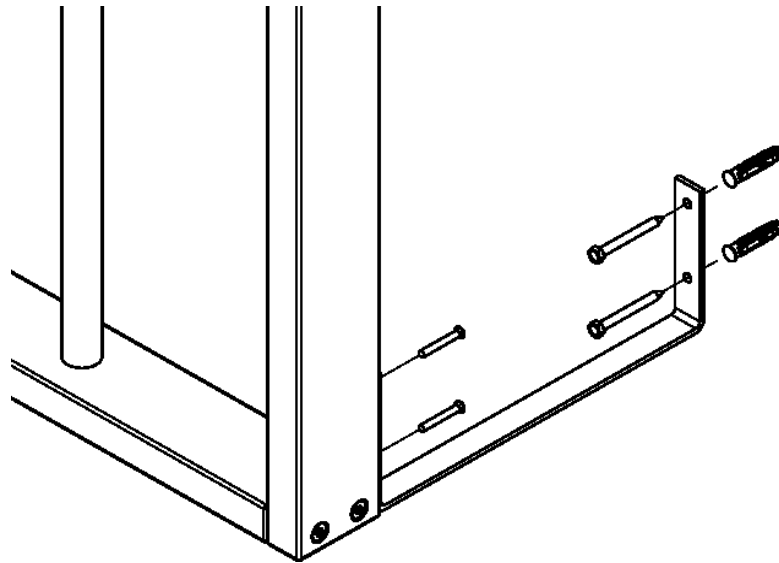

Abb. 4: Montage Winkel für Fußbodenheizung
Elemente wie in Abb. 4. Setzen Sie ebenfalls die Bohrungen in der unteren Wange des mittleren Elements für die Aufnahme der Sicherungstifte mit Bohrungsdurchmesser \varnothing 11 mm.
Nun montieren Sie die Schienen ⑩. Halten sie die Schiene zunächst an der, dem neigbaren Element zugewandten Wange an, der Versatz der Schiene von der oberen Kante der Elemente beträgt dabei 55 mm. Achten Sie darauf, dass das geschlossene Ende der Schiene nach unten zeigt. Markieren Sie sich die Bohrungen der Gewindeeinsätze ② wie in Abbildung 4 dargestellt. Setzen Sie die 4 Bohrungen mit \varnothing 11 und montieren Sie die Einsätze.